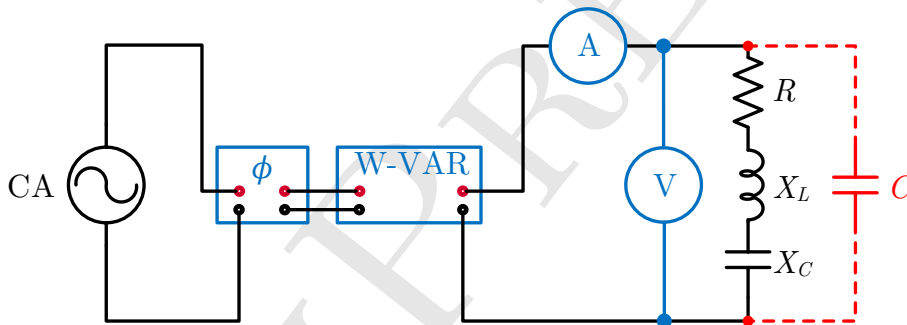

Figura 2: Circuito con corrección del FP.
2. Conectar en paralelo con la carga un capacitor con un valor igual o aproximado al calculado, como lo muestra la Figura 2.